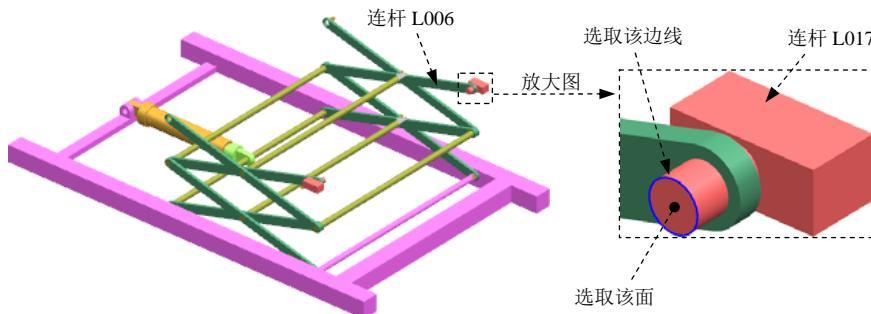

图 10.5.22 定义共线连接 (三)
(1) 定义运动副类型。在“运动副”对话框【定义】选项卡的【类型】下拉列表中选择 共线 选项。
(2) 选择连杆。在运动导航器中将连杆 L018 隐藏，选取图 10.5.22 所示的连杆 L006。
(3) 定义原点及矢量。在“运动副”对话框的 指定原点 下拉列表中选取“圆弧中心” 选项，在模型中选取图 10.5.22 所示的圆弧为定位原点参照；选取图 10.5.22 所示的面作为矢量参考面。
(4) 添加啮合连杆。在“运动副”对话框的基本 区域中选中 喷合连杆 复选框，单击 选择连杆 (0) ，选取图 10.5.22 所示的连杆 L017。
(5) 定义啮合连杆原点及矢量。在“运动副”对话框基本 区域的 指定原点 下拉列表中选取“圆弧中心” 选项，在模型中选取图 10.5.22 所示的圆弧为定位原点参照；选取图 10.5.22 所示的面作为矢量参考面。
(6) 单击 应用 按钮，完成第十四个运动副的添加。